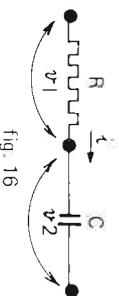

fig. 16
7) Cas d'un condensateur en série avec une résistance (figure 16)